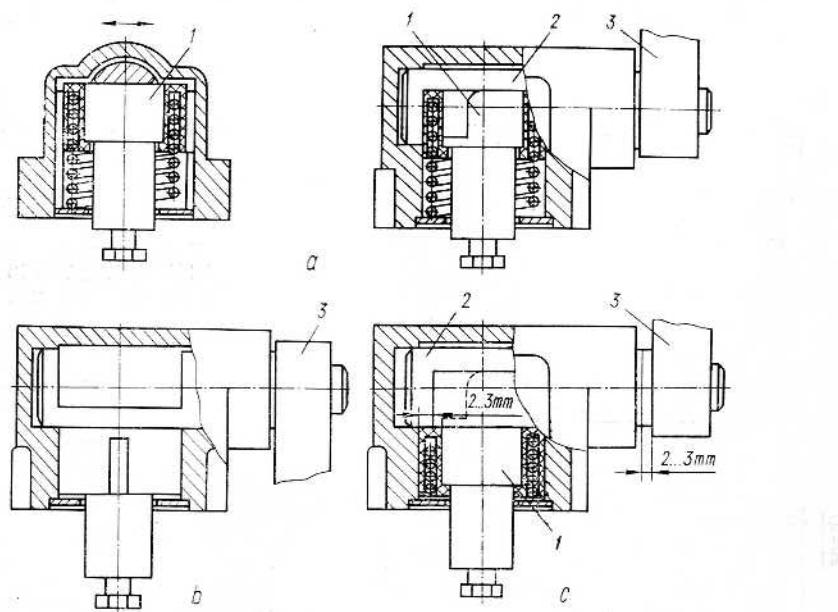
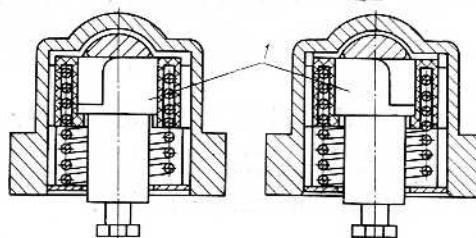

Рис. 8. Привод рычаг с роликом
Рис. 9. Привод селективный
3.4. У выключателей с приводом рычаг с роликом (рис. 8, а) двустороннего действия угол установки рычага может при необходимости изменяться.
Устройство выключателя позволяет производить переустановку ролика на вторую ступень и привода на селективный (рис. 9). Для перестройки привода на селективный с рабочим ходом влево или вправо необходимо повернуть рычаг на угол 180° (рис. 8, б), выдвинуть вал на 2...3 мм и повернуть рычаг в исходное положение (рис. 8, в), толкатель поднять до упора, повернуть его на угол 90° влево или вправо (рис. 9) и отпустить в исходное положение, после чего нажатием на вал повернуть его в исходное положение до защелкивания пружины.